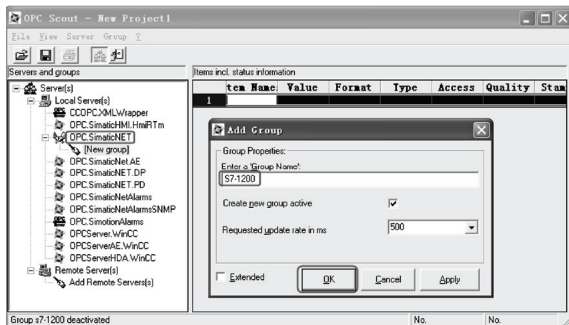

图 10-52 新建组
1) 双击 OPC.SimaticNET，新建一个组并输入变量组的名称，例如 S7-1200。如图 10-52 所示。